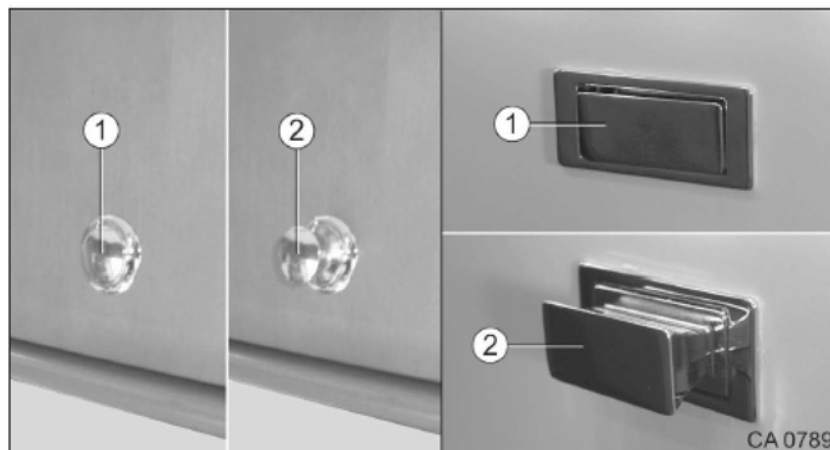

Fig. 112 Fermeture push-lock fermée/ouverte
1. Pousser sur la fermeture push-lock pour l'ouvrir (Fig. 112/2) ou la fermer (Fig. 112/1).